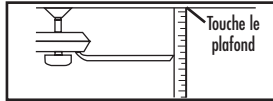
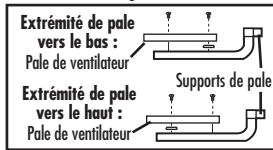

Figure 1
Figure 2
- La plupart des problèmes d'oscillation surviennent à cause de pales inégales. Vérifiez le niveau des pales en sélectionnant un point du plafond au-dessus de l'extrémité d'une des pales. Mesurez la distance, comme l'illustre la Figure 1. En conservant la règle à 3 mm, faites tourner le ventilateur jusqu'à ce que vous puissiez mesurer la pale suivante. Répétez cette étape pour chaque pale. Si toutes les pales ne sont pas égales, vous pouvez ajuster le niveau des pales comme suit. Pour ajuster la pointe d'une pale vers le bas, insérez une rondelle (non fournie) entre la pale et le support de pale, sur la vis la plus près du moteur (Figure 2). Pour ajuster la pointe d'une pale vers le haut, insérez une rondelle (non fournie) entre la pale et le support de pale, sur la vis la plus éloignée du moteur (Figure 2).